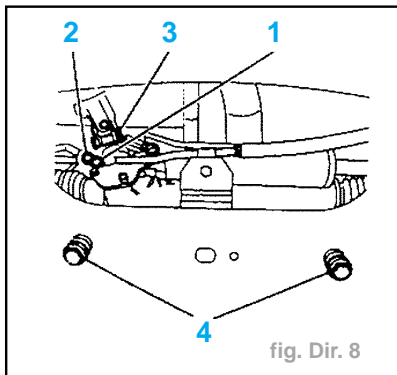

fig. Dir. 8
- Débrancher (fig. Dir. 8) :
- le tuyau (1) haute pression de la valve distributrice,
- le tuyau (2) basse pression de la valve distributrice.
- Déposer la vis (3) (fig. Dir. 8).
- Déposer les vis (4) (fig. Dir. 8).
- Serrer (daN.m) (fig. Dir. 8) :
- les vis (4) de fixation carter de direction sur berceau..... 8
- les vis (3)..... 2,5